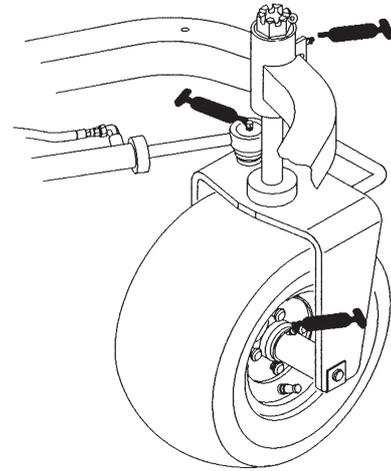
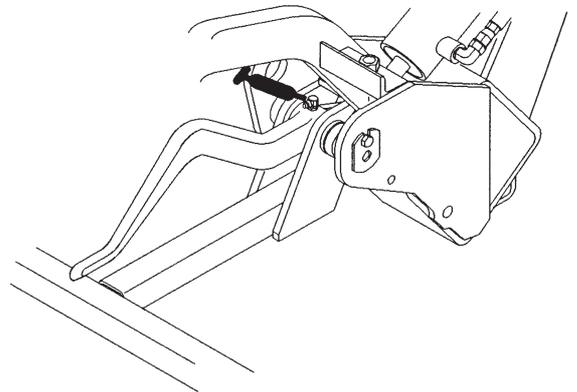
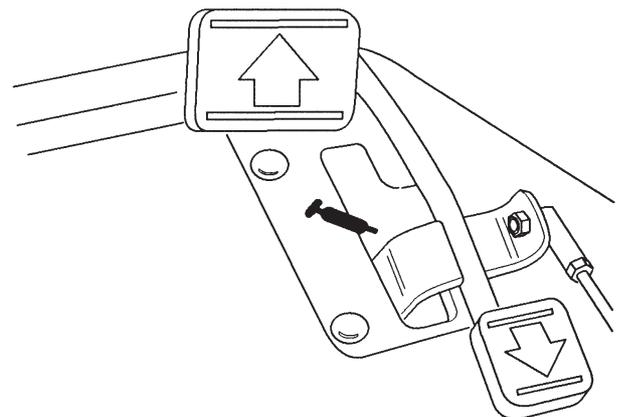

Fig. 16
Fig. 17
Fig. 18
I cuscinetti e le boccole del trattorino da lubrificare sono: mozzo della ruota posteriore (1), cuscinetto della ruota orientabile (1), cilindro dello sterzo (2) (Fig. 16), bracci di sollevamento (3) (Fig. 17), perno del pedale di trazione (1) (Fig. 18).